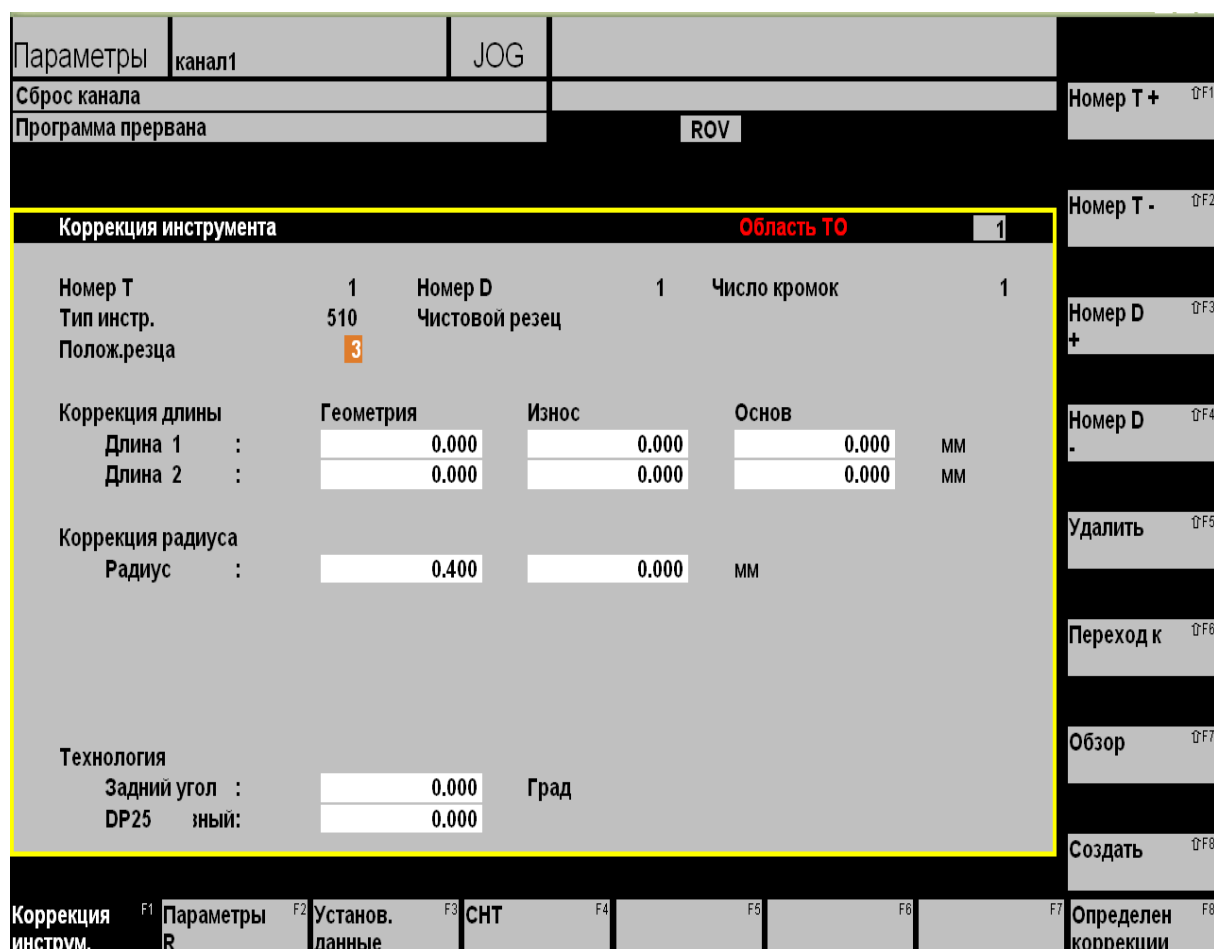

Рис. 8. Операционная зона «Параметры – коррекция инструмента»
На рис. 8 изображено окно операционной зоны «Параметры – коррекция инструмента», которое содержит следующие данные:
Назначение экранных клавиш, изображенных в окне «Параметры – коррекция инструмента» (см. рис. 8) приведено ниже.
9. Вызвать регистр данных инструмента. В операционной зоне «Параметры – коррекция инструмента» (см. рис. 8), выбрать необходимый инструмент и необходимую коррекцию при помощи экранных клавиш (номер T+, номер T-, номер D+, номер D-).